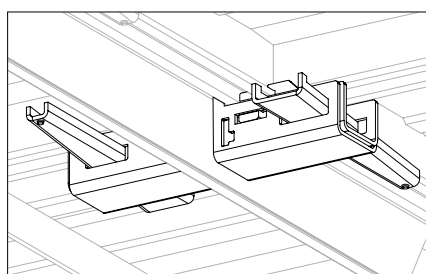

Fig. A5.05
- Trave della soletta UNO Plus (Fig. A5.05 + A5.06)